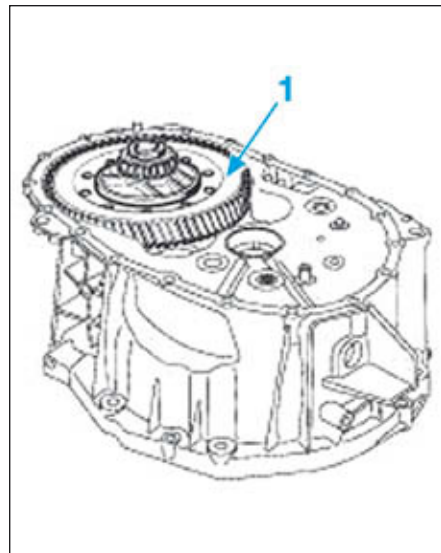

FIG.44
- Déposer le différentiel (1) (Fig.44).